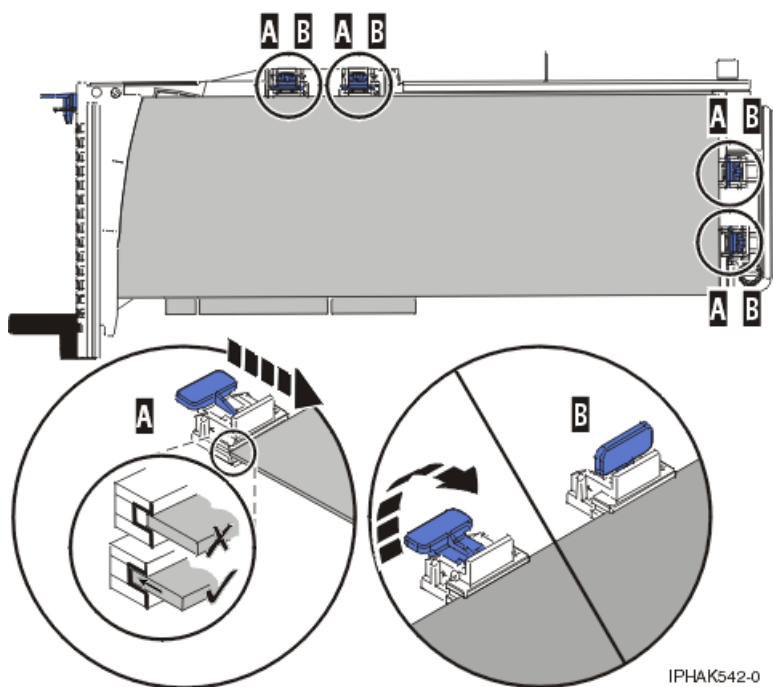

Figura 96. Adaptador de tamanho grande na cassete de adaptador PCI com os suportes e o estabilizador no devido lugar
- 3) Coloque e bloqueie as peças de fixação **B**. Consulte a Figura 96 na página 128.